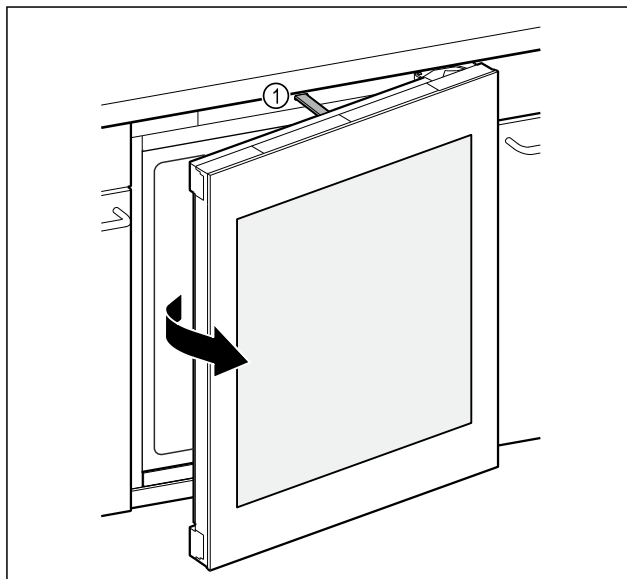

Fig. 84
- ▷ Posuvné táhlo Fig. 84 (1) otevře dveře přibližně na 7 cm.